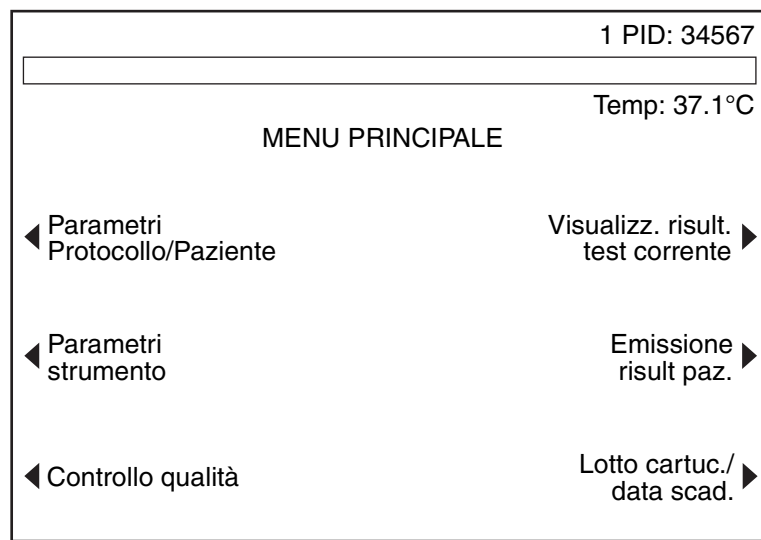

Figura 3-3. Schermata del Menu principale
Dopo l'accensione e l'esecuzione dei test autodiagnostici dello strumento appare la schermata del MENU PRINCIPALE (fare riferimento alla Figura 3-3). Questa schermata visualizza il numero e l'ID del paziente corrente, la temperatura del blocco calore e il testo di sei (6) tasti funzione per l'accesso alle schermate di seguito descritte.